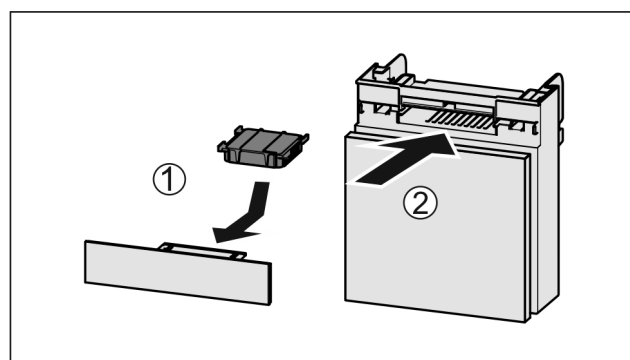

Fig. 136
- Insérer le filtre à charbon actif d'après le schéma Fig. 136 (1).
- Insérer le compartiment Fig. 136 (2).